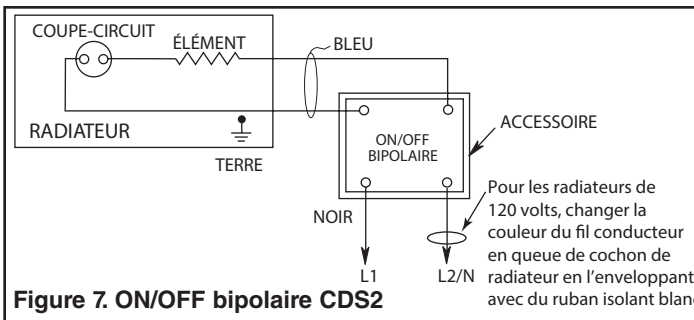

Figure 7. ON/OFF bipolaire CDS2
6. Raccordez l'accessoire selon le schéma de câblage approprié (voir la figure 7).
| DSDR120    | ON/OFF bipolaire et prise de courant double 120 V   | 20 A à 120-277 V c.a. / 15 A à 120 V a.c. | Voir la Figure 7  |